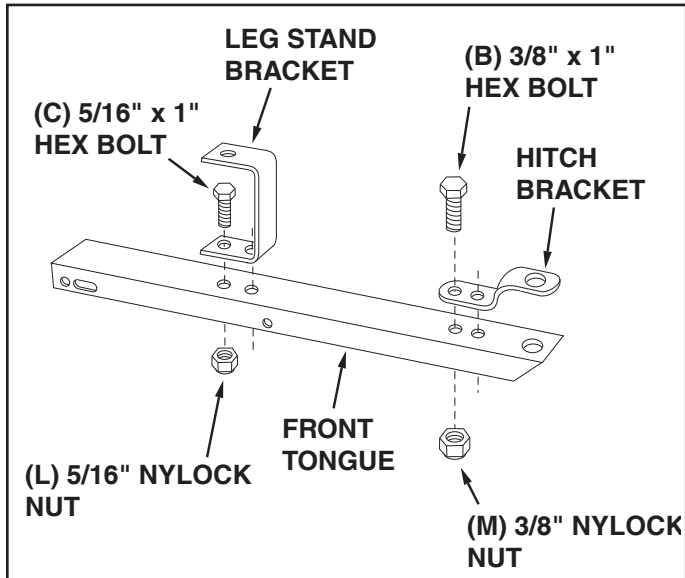

FIGURE 4
8. Assemble the hitch bracket to the front tongue using two 3/8" x 1" hex bolts (B) and 3/8" nylock nuts (M). **Tighten.** See figure 4.
9. Assemble the leg stand bracket to the front tongue using two 5/16" x 1" hex bolts (C) and 5/16" nylock nuts (L). **Tighten.** See figure 4.
8. Assembler le support d'attelage à la barre d'attelage avant à l'aide de deux boulons à 6 pans (B), de rondelles-frein (I) et de contre-écrous (M). **Serrer.** Voir figure 4.
9. Installer la béquille sur la barre d'attelage avant à l'aide de deux boulons à 6 pans (C) et de deux contre-écrous (L). **Serrer.** Voir figure 4.